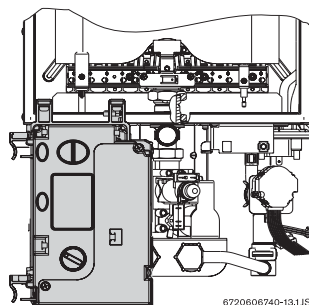

Fig. 2 Caja de mando - posición de ajuste del gas
- ▶ Una vez retirada la caja de mando, colóquela de acuerdo con la Fig. 2.